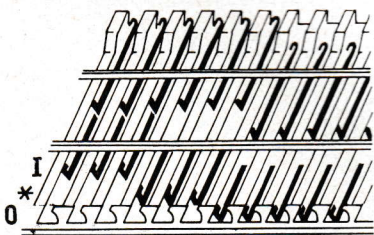

Fig. 32
De naaldgids heeft drie basis-standen, fig. 32
0 = nul-stand, de naaldgids-voet bevindt zich in de naaldgids-rail, naaldgidsen geheel buiten werking (stand bij fabrieks-nieuwe machines), fig. 32.
* = Rust-stand, de naaldgids-voet bevindt zich boven de naaldgids-rail, zodat hij deze raakt. Wanneer de naaldgids in rust-stand staat, breidt de bijbehorende tong-naald niet, doch kan lussen opnemen, fig. 32.
I = werk-stand, de naaldgids-voet bevindt zich buiten de naaldgids-rail en is omhoog geschoven tot de naald. Slechts wanneer de naaldgids in werk-stand staat, breidt bij patronen de bijbehorende tong-naald steeds normaal, fig. 32.